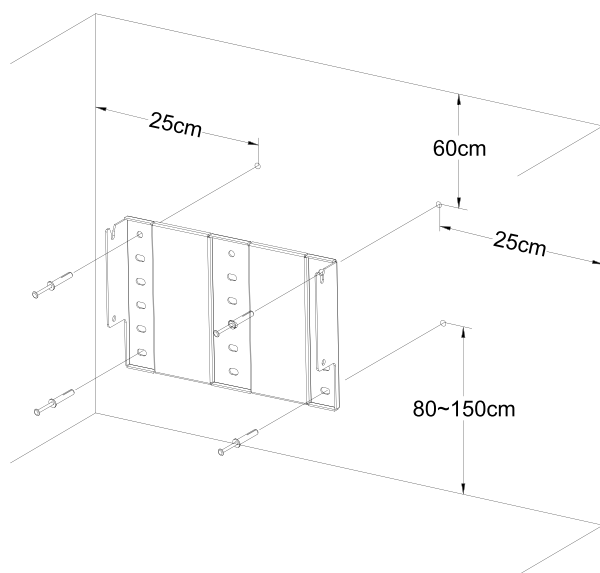

*Fig 3.2.2*
1. Utilizzare la staffa di montaggio (Fig 3.2.2) come sagoma e dima di foratura per segnare le posizioni in cui dovranno essere preparati i fori. I fori dovranno avere una profondità nella parete di almeno 50 mm con un diametro 8 mm.